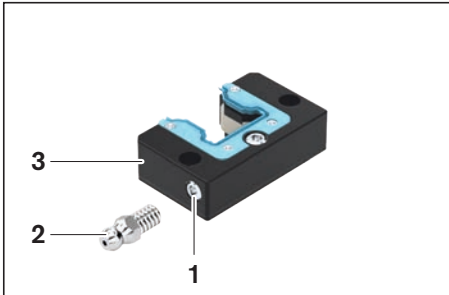
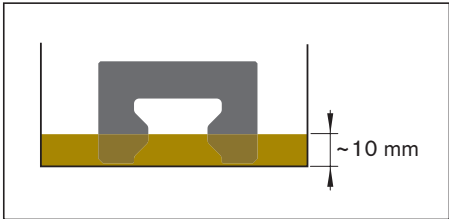

Figura 1
Figura 2
- Sacar el pasador roscado del taladro de lubricación (figura 1, pos. 1) y guardarlo
- Atornillar el engrasador (2)
- Colocar la unidad de lubricación adicional (3) en posición horizontal, añadir la cantidad de aceite indicada en la tabla 1 y no moverla durante aprox. 36 horas
- En el caso del tamaño 20 Bajo: Introducir las unidades de lubricación adicional durante aprox. 36 horas en 10 mm de aceite (véase la figura 2)
- La unidad de lubricación adicional de tamaño 20 Bajo **no** puede llenarse a través de la conexión lateral (véase la figura 2)